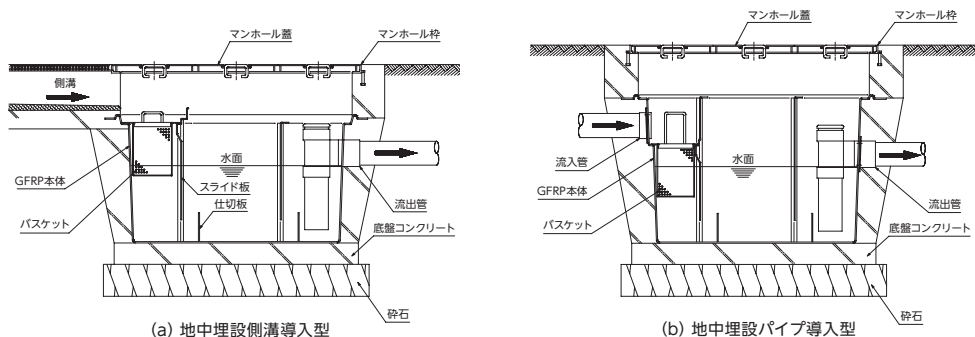

図7 GFRP製グリーストラップ 施工例
- 1) GFRP本体に付いている配管継手はPVC製です。流入管、排出管の取り付けはPVC専用の接着剤を用い確実に差し込んでください。（図7）